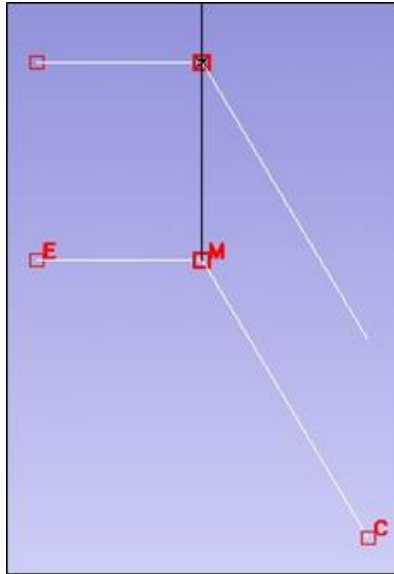

Рис. 4.8. Ортогональный режим привязки объектов
17.2. В меню **Сервис** выберите команду **Ортогональный режим привязки объектов** . Разнесите контуры согласно рис. 4.8.